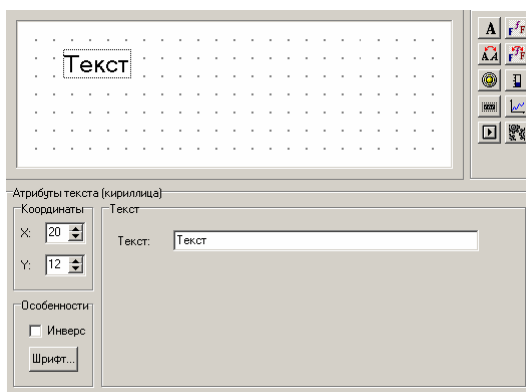

Рис. 4.5. Область отображения текста (кириллица)
1. Нажать кнопку «Текст (кириллица)» (). В окне редактирования режима отобразится прямоугольная область текста. Одновременно этот текст отображается в поле ввода «Текст», расположенном под окном редактирования (см. рис. 4.5). В этом окне текст можно отредактировать, используя символы латинского алфавита, символы кириллицы и цифры.